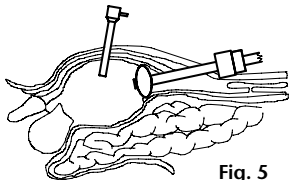

Fig. 5
4. Dopo che lo spazio extraperitoneale è stato adeguatamente preparato, scaricare l'aria dal palloncino da distensione rimuovendo l'endoscopio e aprendo il rubinetto di insufflazione. Se necessario, per l'evacuazione è possibile usare anche l'attacco di aspirazione nero della pompa a pallone. Quindi rimuovere cautamente il sistema palloncino da distensione PAJUNK® (bilaterale) e sostituirlo con un sistema trocar PAJUNK®, un sistema palloncino strutturale o con ancoraggio ad anello PAJUNK® o un altro strumento idoneo (Fig. 5).